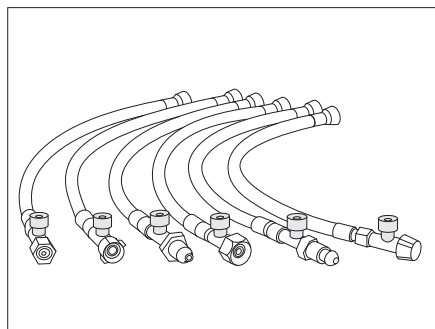

Fig. 83 Mangueras de alta presión con dispositivo de seguridad en caso de rotura de manguera (variantes país específicas)
- Presionar con fuerza el botón verde en la manguera de alta presión (Fig. 83).